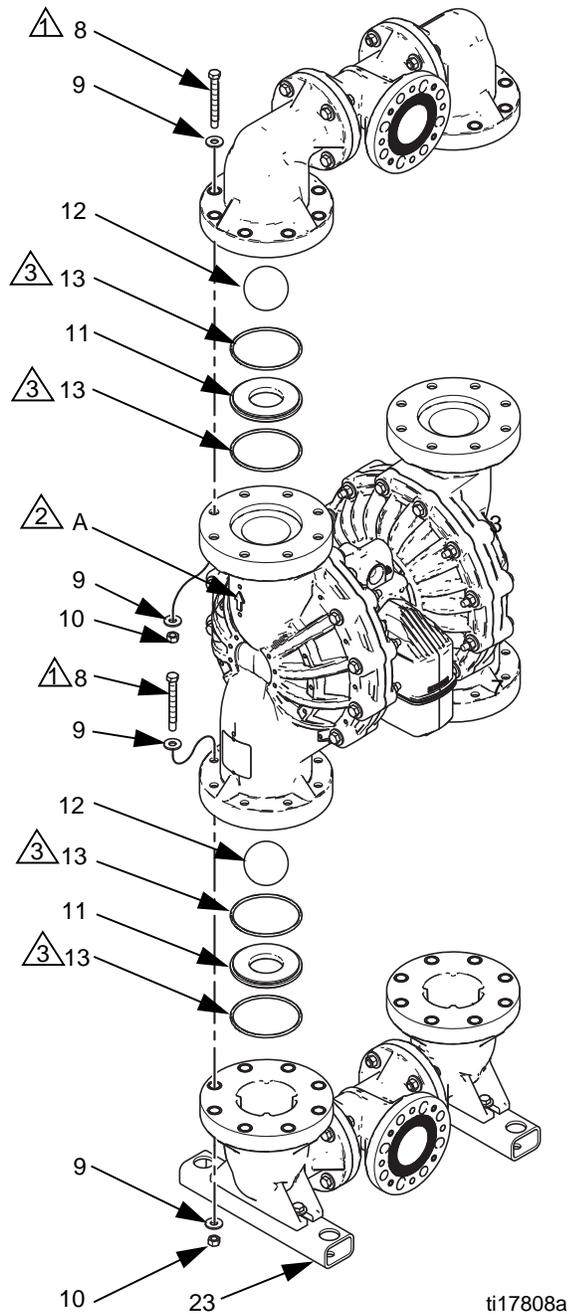

図 4. ボールチェックバルブアセンブリ
- 19 mm (3/4 インチ) ソケットレンチを使って、アウトレットエルボーファスナー (8) を取り外し、マニホールドアセンブリを取り外します。図 4 を参照してください。
- 0 リング (13、使用されていないモデルもあります)、シート (11)、およびボール (12) を取り外します。
- 逆の手順で再度組立てます。図 4 に記載のすべての注意に従って下さい。まずインレットマニホールドを取り付けます。ボールチェック (11-13) とマニホールドが表示の通り正確に組み立てられていることを確認してください。液体カバーにある矢印 (A) は、排出口マニホールドの方向に向く必要があります。